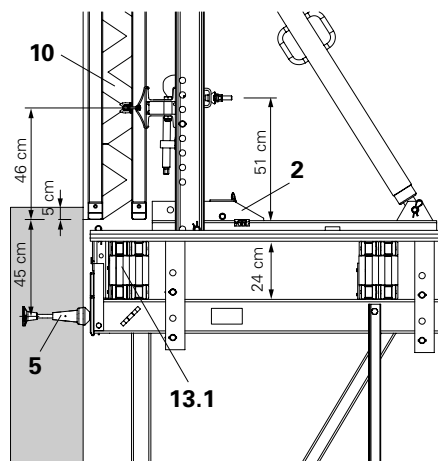

Fig. C1.09.1
Según la altura de la viga de plataforma (13.1), ubicar el carro (2) más arriba o abajo. (Fig. C1.09.1 + C1.09.2)